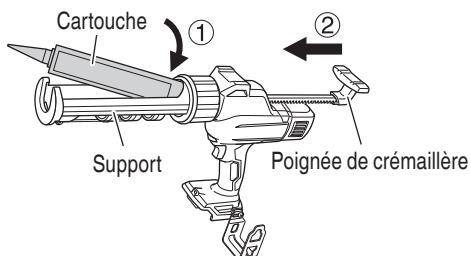

Fig. 20
(4) Chargez la cartouche dans le support. (Fig. 20)